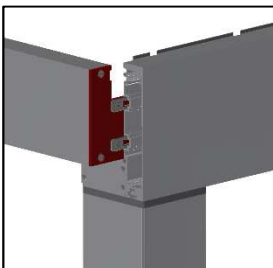

Abbildung 48
- » Stirnprofil für Vorderseite (siehe Kapitel 2.4.2) in Längsprofil einschieben (Abbildung 48), bündig mit Außenkante Längsprofil (Abbildung 49 und Abbildung 50) positionieren und mit Linsenkopfschrauben (49) festdrehen